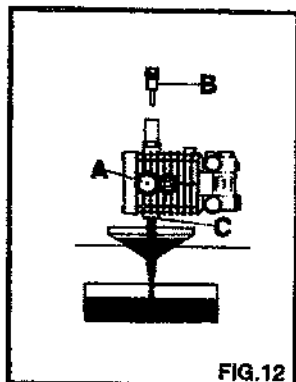

FIG.12
2) Dévisser le bouchon de la tige de contrôle de niveau (fig. 12).